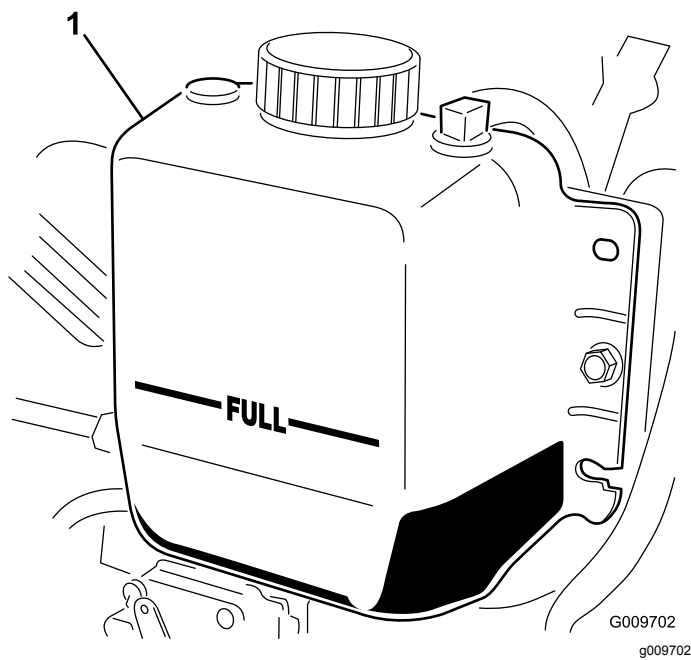

Figure 89
3. Vérifiez le niveau du liquide de refroidissement dans le radiateur. Le radiateur doit être rempli jusqu'en haut du goulot de remplissage et le vase d'expansion jusqu'au repère MAXIMUM (Figure 89).